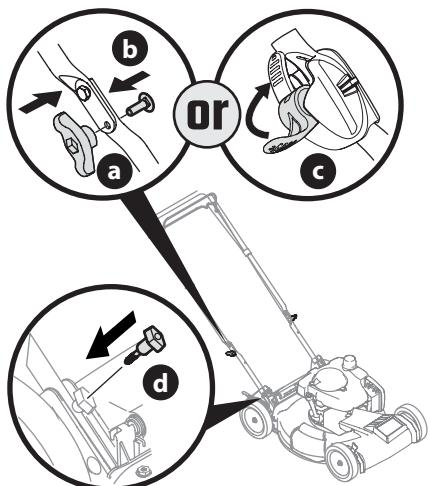

Figure 4
5. Replacez les boutons étoile ou les écrous papillon (a) et les boulons de carrosserie (b) retirés à l'étape 1 dans les trous de la partie inférieure du guidon ou placez les loquets (c) dans la position de verrouillage (Figure 4).
6. Insérez les boulons à oreilles (d), retirés à l'étape 2, dans les supports du guidon et dans la partie inférieure (Figure 4). Serrez bien les boulons pour fixer le guidon.